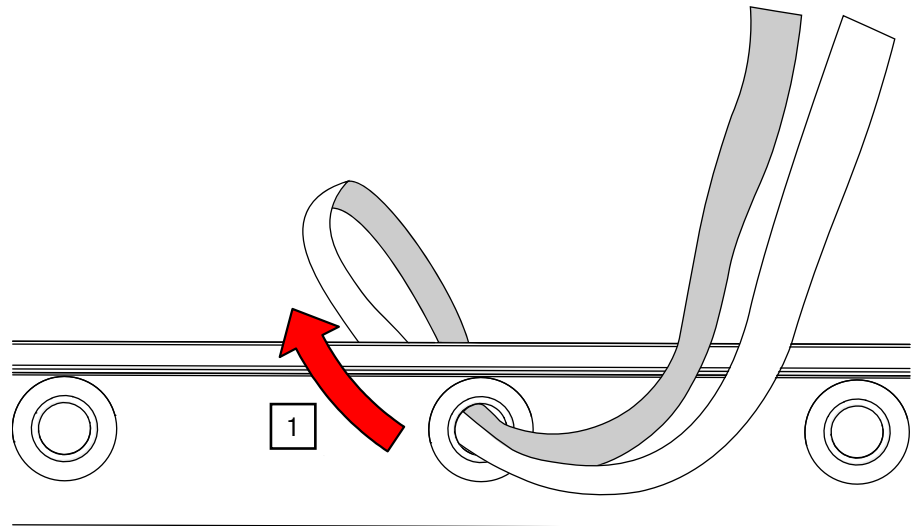

Abb. 56: Bindeband – durch Vorhangöse ziehen
1. Legen Sie das Bindeband in der Mitte zusammen und ziehen Sie es durch die Öse des Vorhangs (siehe Abb. 56).